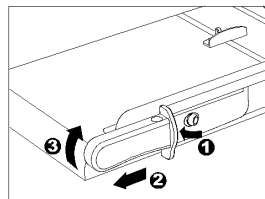

Figura 1
- Pulse el bloqueo de palanca hacia abajo (figura 1/1).
- Tire al mismo tiempo la palanca de corte con la manija de palanca hacia delante (figura 1/2).
- Lleve la palanca de corte hacia arriba (figura 1/3).